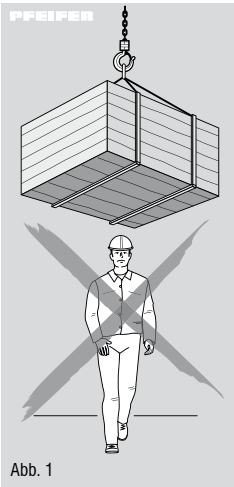
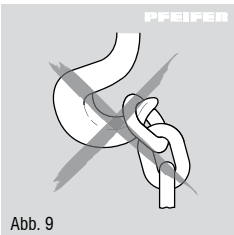

Abb. 1
Abb. 9
Schalthebel in Richtung Heben (auf/up), stellen und einrasten lassen. Mit Handhebel Pumpbewegungen ausführen. Wenn das Hebezeug unter Last steht, ohne dass damit gearbeitet wird, muss der Schalthebel in Stellung Heben (auf/up), verbleiben. Die Last stets in der Hakenmitte einhängen. Hakenspitze nicht belasten (Abb. 9).
- Hakenspitze nicht belasten (Abb. 9).
- In explosionsgefährdeter Umgebung (EX) ist der Einsatz verboten!
- Lasten dürfen nicht über Personen hinweg gehoben werden (Abb.1).